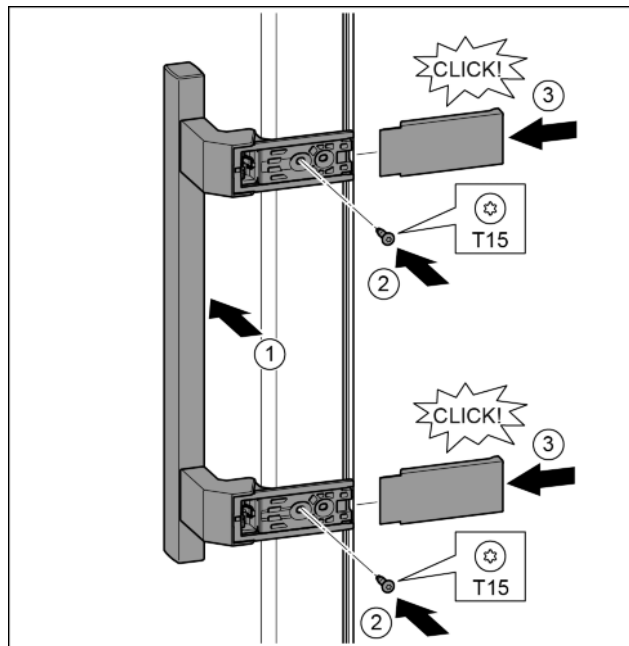

Fig. 33
- ▶ Установить ручку на противоположной стороне. Fig. 33 (1)
- ▶ Затянуть винты отверткой T15. Fig. 33 (2)
- ▶ Установить крышки сбоку и надвинуть. Fig. 33 (3)